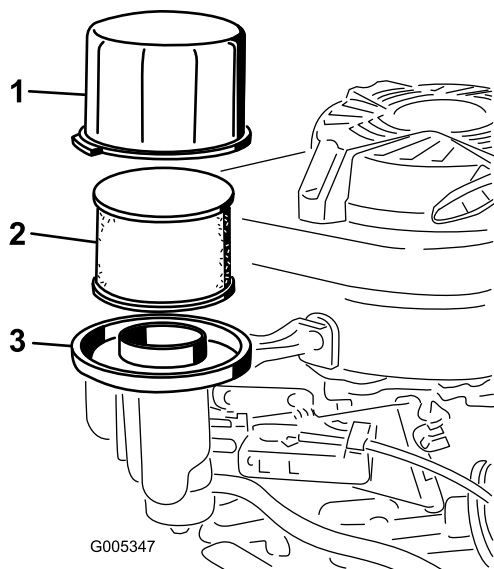

Figure 20
3. Déposez le couvercle et nettoyez-le soigneusement (Figure 20).
4. Retirez le préfiltre en mousse et l'élément filtrant en papier de la base du filtre à air (Figure 20)